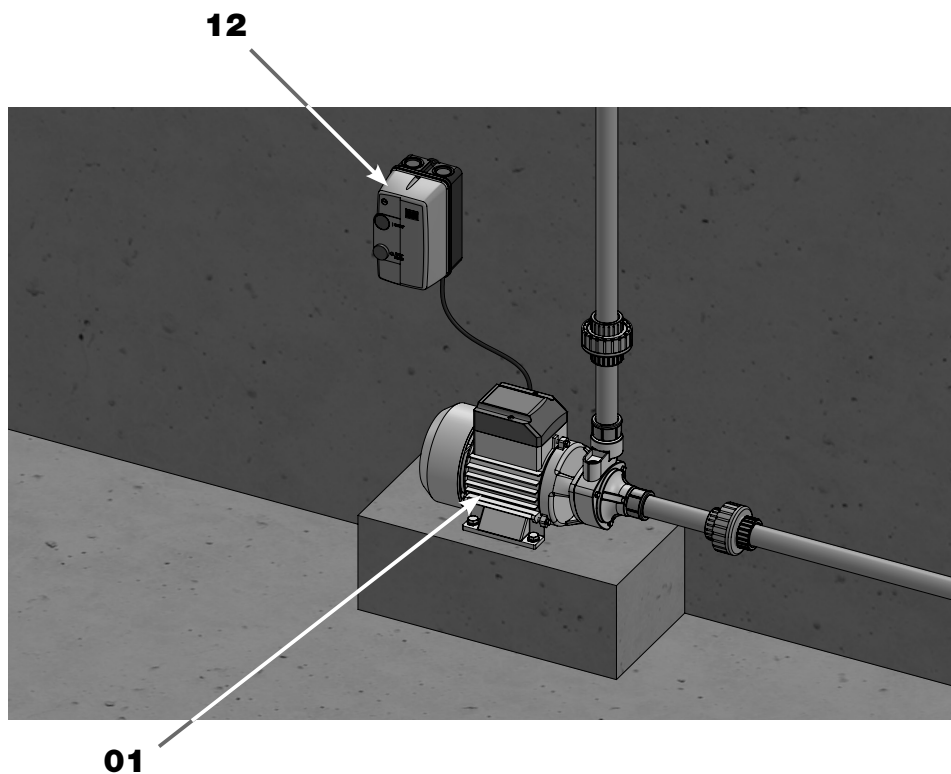

FIGURA 06 - Chave de Partida
INSTALAR uma Chave de Partida (12) com proteção térmica (Relé térmico), compatível com a corrente indicada na Plaqueta de Identificação (09) da Bomba Periférica (01) (Figura 06).